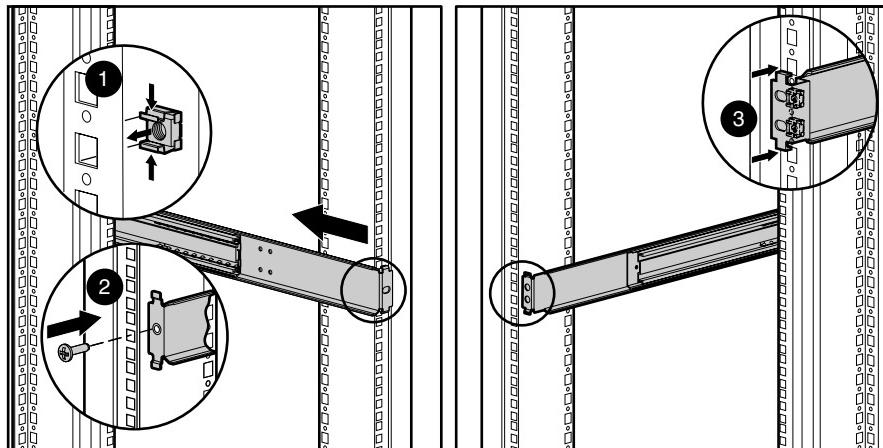

图 2-2：将支撑轨安装到机架前后两端
a. 滑动锁定杆 (1)，将其打开。
b. 轻轻将托盘 (2) 推入机架。
**切记：**如果 TFT5600 RKM 与其上部或下部的其它机架式安装设备相抵触，请将支撑轨上的 M-6 螺钉拧松，做适当调整（参见图 2-2）。